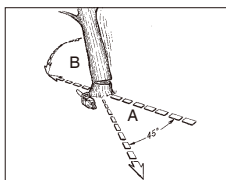

Fig. 11A
⚠ AVERTISSEMENT : prévoyez une voie de retraite (A) et dégagez-la si nécessaire avant de commencer la coupe. La voie de retraite doit s'étendre vers l'arrière et en diagonale de la ligne de chute attendue, comme illustré sur la Fig. 11A.
⚠ AVERTISSEMENT : à mesure que la coupe d'abattage se rapproche de la charnière, l'arbre doit commencer à tomber. Lorsque l'arbre commence à tomber, retirez la tronçonneuse, arrêtez le moteur, posez la tronçonneuse et quittez la zone par la voie de retraite (Fig. 11A).